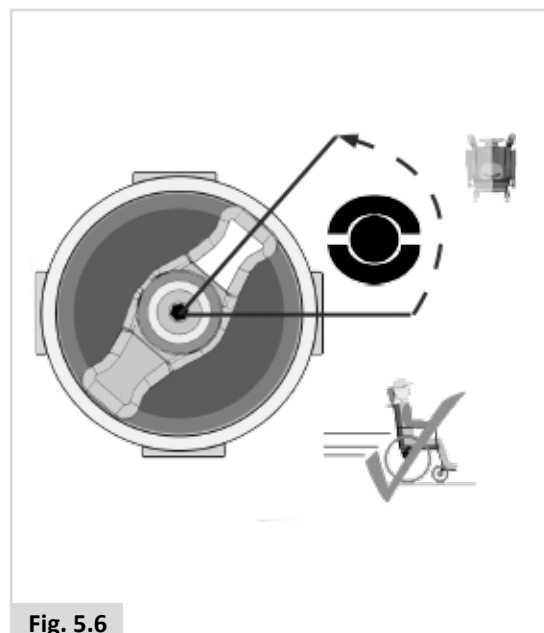

Fig. 5.6
1. Para conduzir a cadeira de rodas. (Fig. 5.6).